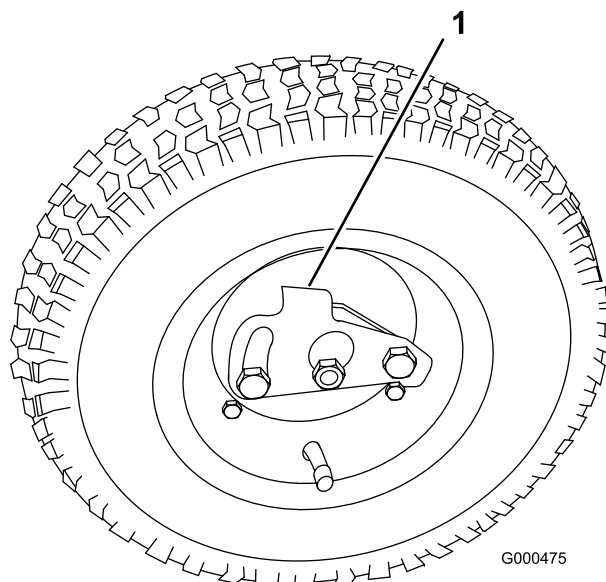

Figura 18
2. Premete la clip di bloccaggio verso il centro della ruota, e collocate quest'ultima sull'albero esagonale (Figura 18).